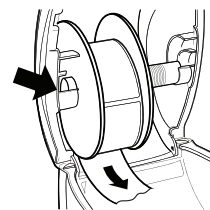

Ilustración 3
- 6 Inserte el rodillo de etiquetas en la ranura de la cubierta de la impresora de forma que las etiquetas se extiendan desde la parte inferior del rollo. Vea la Ilustración 3.